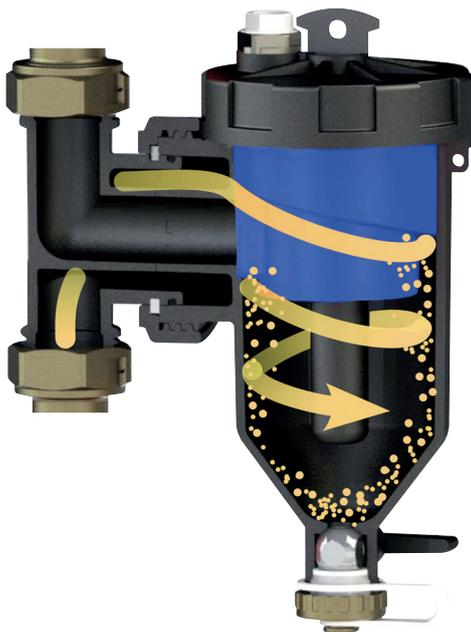

Fig. B1: filtración ciclónica + decantación en el desfangador
- **filtración ciclónica:** el fluido entra en la T orientable (2) que lo dirige hacia la pared externa del filtro ciclónico (7). A la corriente se la da un movimiento helicoidal: las partículas de suciedad comienzan a separarse debido al efecto de la fuerza centrífuga (Fig. B1);
- **decantación de las impurezas en el desfangador:** luego, el fluido entra en el desfangador (1), se ralentiza y las partículas comienzan a precipitarse en el fondo por efecto de la gravedad (fig. B1);